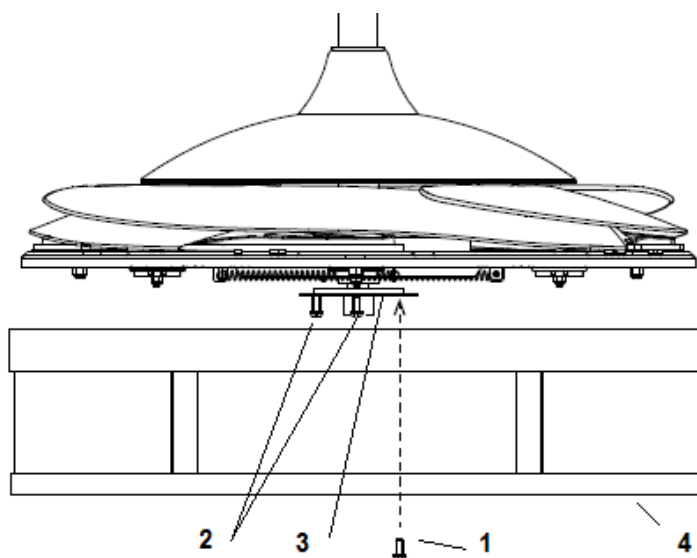

Fig. 9
1. Afloje el tornillo (1) del soporte de la pantalla de la lámpara (3). Alinee los dos tornillos de ranura (2) con las ranuras de los orificios de la pantalla de la lámpara (4). **Fig. 9**